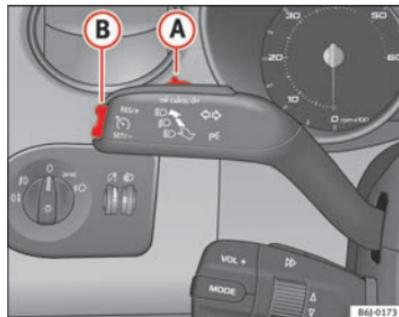

Abb. 104 Blinker- und Fernlichthebel: Schalter und Wippe für die Geschwindigkeitsregelanlage
- Drücken Sie den unteren Teil der Wippe **SET** → Abb. 104 **B** einmal kurz, wenn die zu speichernde Geschwindigkeit erreicht worden ist.